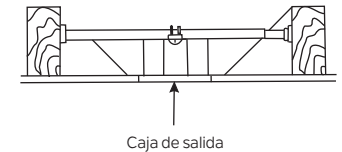

Figura 4
**NOTA:** Según la ubicación que haya seleccionado para la instalación, es posible que deba comprar e instalar un "colgador de viguetas" para el soporte de la caja de salida. Asegúrese de que el colgador de viguetas que compre haya sido diseñado para usarse con ventiladores de techo. (Figura 4)